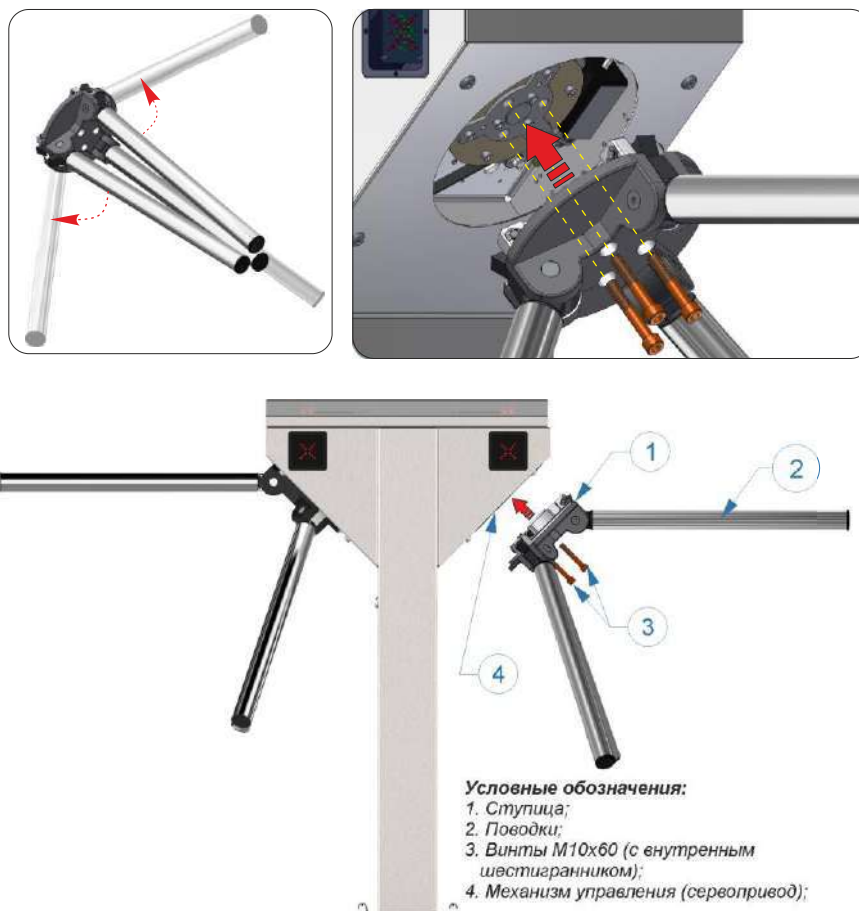

Рис. 13 – Установка ступицы с поводками в корпус турникета-трипода
а) Вручную разложить поводки (2) ступицы (1) (*см.Рис.13*).